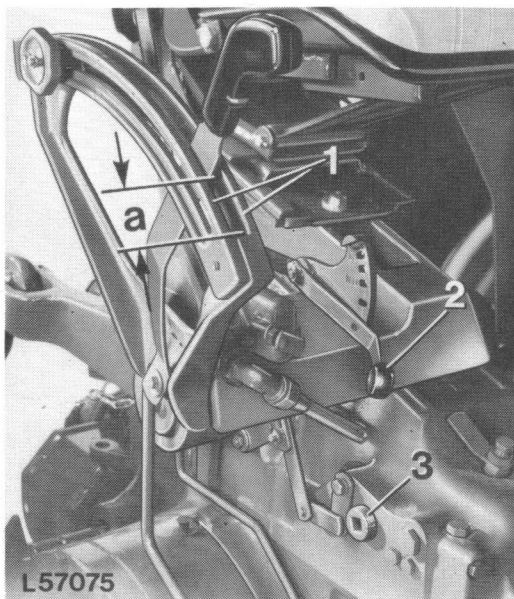

Fig. 9 — Réglage du levier de commande
Amener le moteur au régime de 2000 tr/mn, placer le levier de système en D (I) et déplacer le levier de commande vers l'avant jusqu'à ce que les bras de relevage soient descendus à fond. Desserrer alors l'écrou 20 (fig. 6) du boulon 17 reliant les deux biellettes et tirer le levier de commande vers l'arrière jusqu'à obtention de l'écartement prescrit (voir a, fig. 9 et données de réparation) entre l'extrémité avant de la fente du secteur et le levier.
Tirer le levier de commande à fond vers l'arrière en position montée. Les bras doivent atteindre leur levée maximale et en même temps il doit rester un petit écart entre l'extrémité arrière de la fente du secteur et le levier de commande. Amener alors le levier de commande complètement vers le bas en position descente. Si la cote a (fig. 9) n'est pas celle prescrite (v. données de réparation), recommencer le réglage du levier suivant les instructions précédentes.